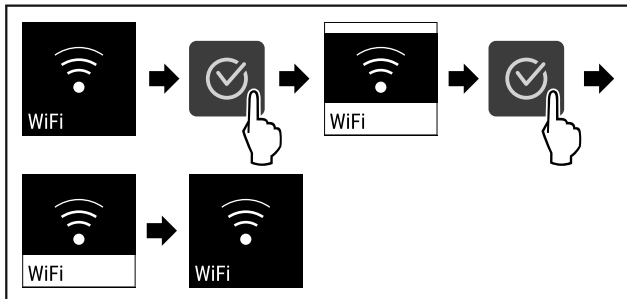

Fig. 86
- ▶ Kryeni hapat e veprimit (shihni Fig. 86).